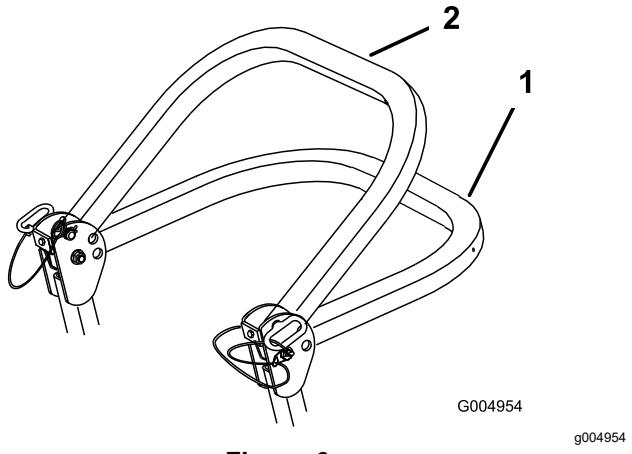

Figura 6
2. Abbassate il roll bar (Figura 6).
- Nota: Sono presenti 2 posizioni abbassate; fate riferimento a Figura 6.